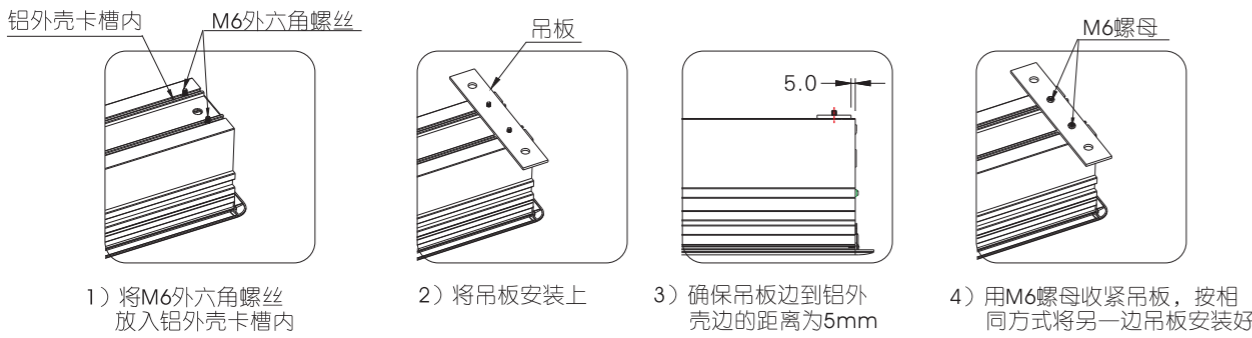

图12
5.将整支银幕开口向下放置，用M6螺丝、螺母将左右二块吊板安装在银幕上,安装步骤如图12所示：